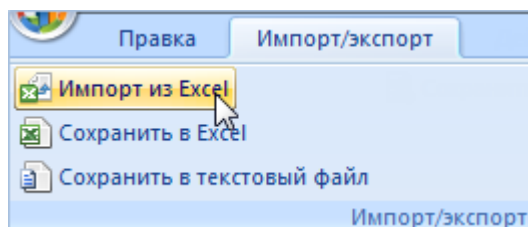

Рис. 28-42 – Импорт состояний из файла Excel
3) Выделить окно связанных объектов «Состояния» и нажать кнопку «Импорт из Excel» панели «Импорт/экспорт» (рис. 28-42).